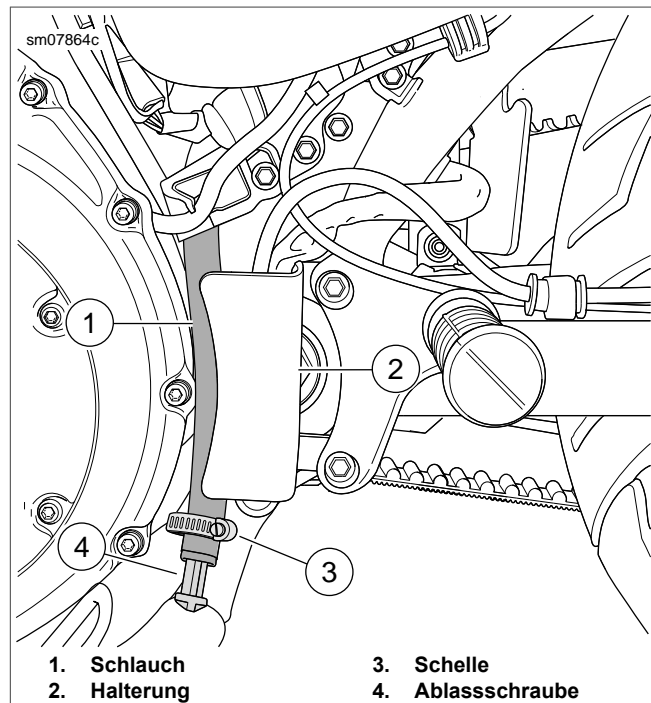

Abbildung 32. Ablassschlauch zur Ablasswanne führen
5. Siehe Abbildung 32. Den Schlauch (1) vor der Bremsleitungshalterung (2) in die Ablasswanne leiten.
6. Die Schneckengewindeschelle (3) lockern. Ablassschraube (4) aus dem Ende des Ablassschlauches ziehen.